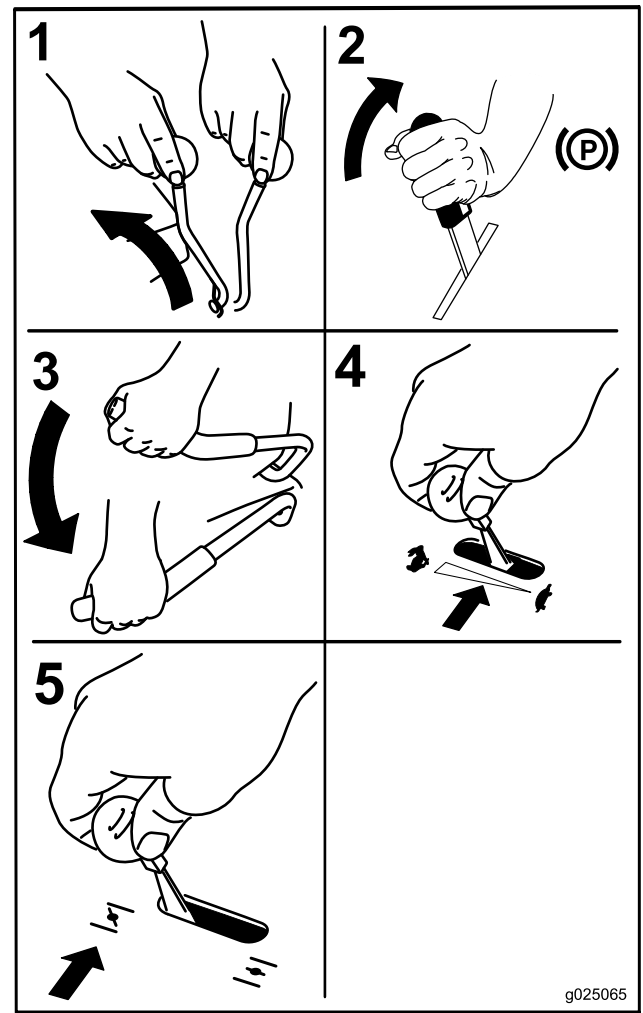

Figura 15
3. Mueva la palanca de engranaje de la toma de fuerza a la posición de DESCONECTADO (Figura 15)